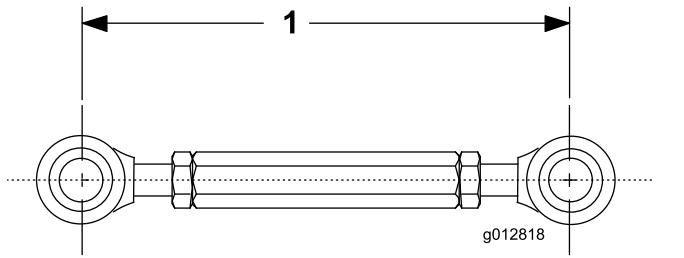

Figura 4
- Regolate la lunghezza dell'attacco filettato a 19 cm e serrate i controdadi (Figura 4).